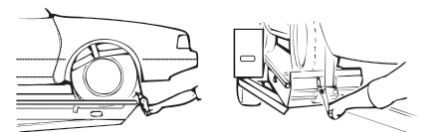

Figure 8
□ Centrez les sangles d'arrimage pour pneus en arrière des pneus et centrez les roues à rochet des sangles d'arrimage pour pneus en avant des pneus. Placez les sangles d'arrimage pour pneus sur la partie supérieure des pneus. (Figure 8)